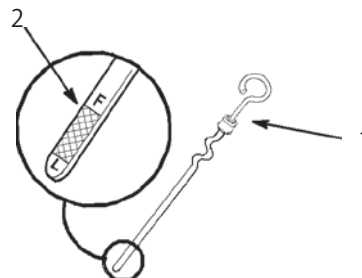

図45
5. もう一度ディップスティックを完全に差し込む。ディップスティックを抜き取り、オイルの量を見る (図45)。オイルの量が不足している場合は、Full マークまで、補給口から少量ずつゆっくりと補給する。